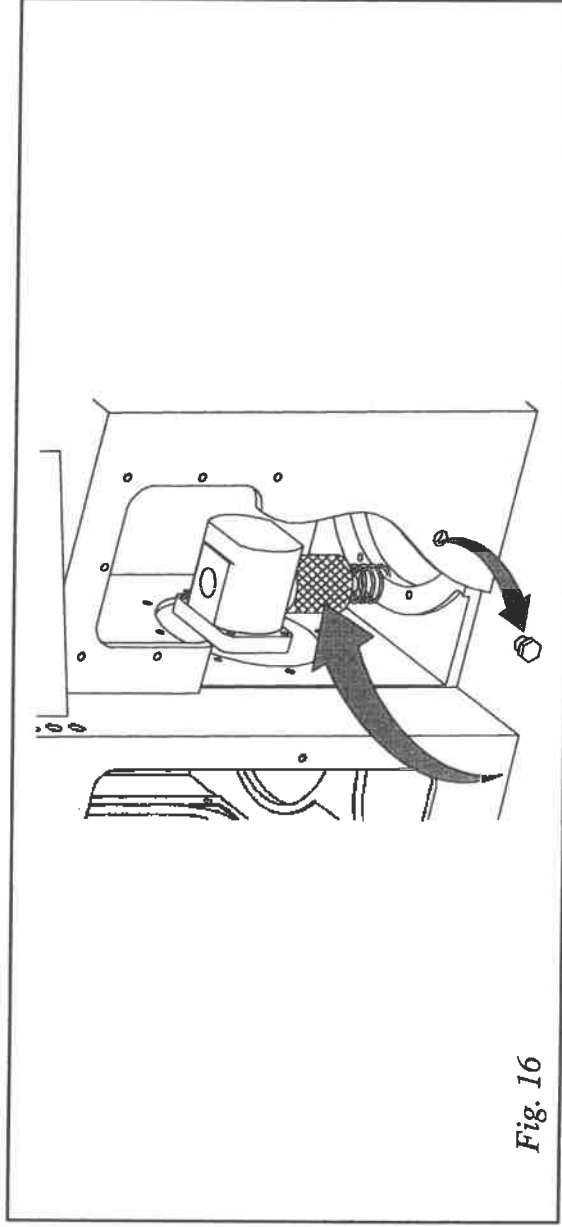

Fig. 16
- d) provvedere alla sostituzione dell'olio idraulico e del relativo filtro (cod. 01000618, tav. 4) dopo 8000 ore di effettivo lavoro (Fig. 16);